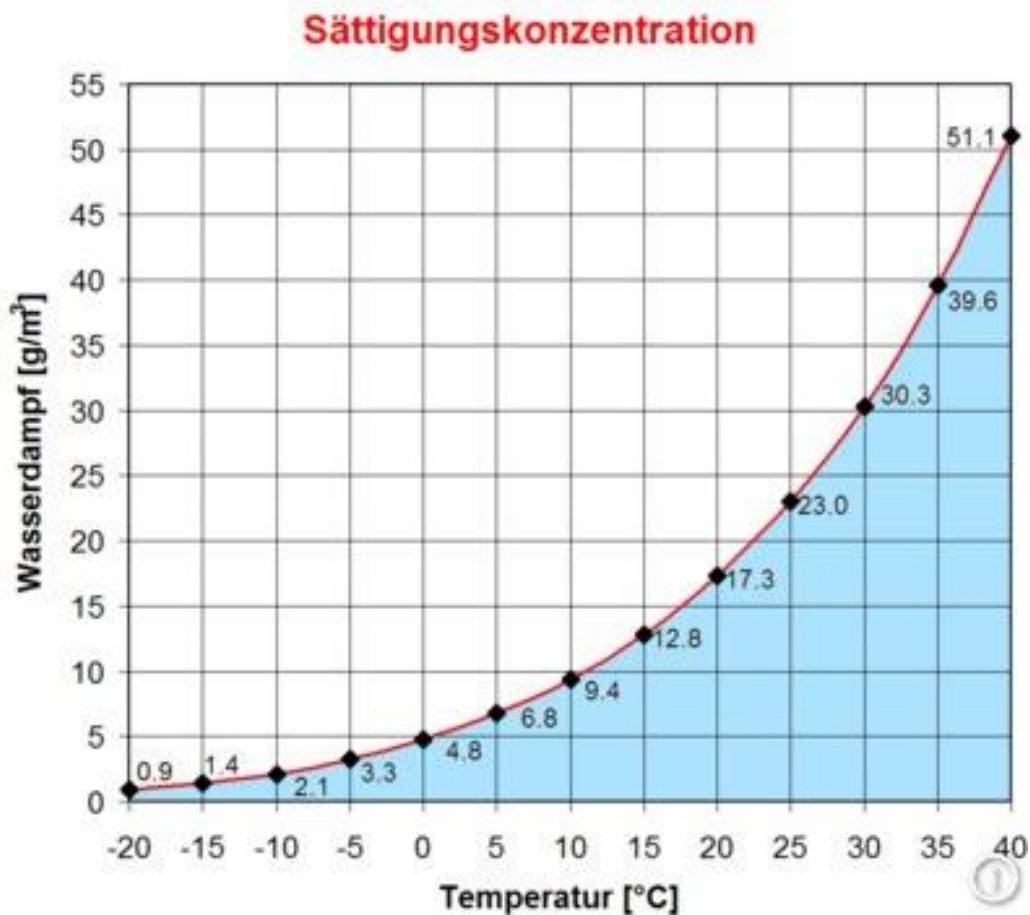

Abb. 1: Der Zusammenhang zwischen Wasserdampf und Temperatur
- Bei hohen Temperaturen kann in der Luft relativ viel Feuchte enthalten sein, wie der Graph (Kennlinie) in Abb. 1 zeigt, so dass eine kleine Absenkung der Temperatur genügt, um schnell in die Überschussfeuchte zu geraten bzw. viel Feuchte entstehen zu lassen.
Die Sättigungskonzentration in Abb. 1 ist die maximale Aufnahmefähigkeit für Wasserdampf in Luft. Bei Erwärmung um 10°C ist beispielsweise beim Anstieg von 20 auf 30°C weit mehr Wasserdampf in Luft aufnehmbar als von 10 auf 20°C. Ebenso wird beim Abkühlen von hohen Temperaturen mehr Wassermenge anfallen als bei niedrigeren Temperaturen.